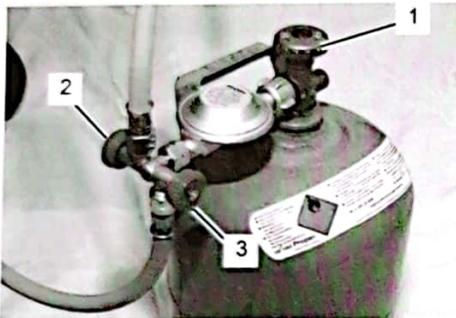

Abb. 39
4. Drehen Sie das Ventil (Abb. 39/1) des Flüssiggas-Behälters auf.
5. Drehen Sie die Ventile (Abb. 39/2 und 3) am Gasverteiler auf.
6. Überprüfen Sie alle Anschlüsse vor dem Anzünden des Grills mit Seifenlauge oder Lecksuchspray oder anderen geeigneten, schaubildenden Mitteln zur Prüfung auf undichte Stellen. Falls Sie eine undichte Stelle finden, drehen Sie das Ventil (Abb. 39/1) des Flüssiggas-Behälters zu und verwenden Sie den Grill nicht. Wenden Sie sich an den Kundendienst.
2. Drehen Sie das Ventil (Abb. 39/1) des Flüssiggas-Behälters zu.